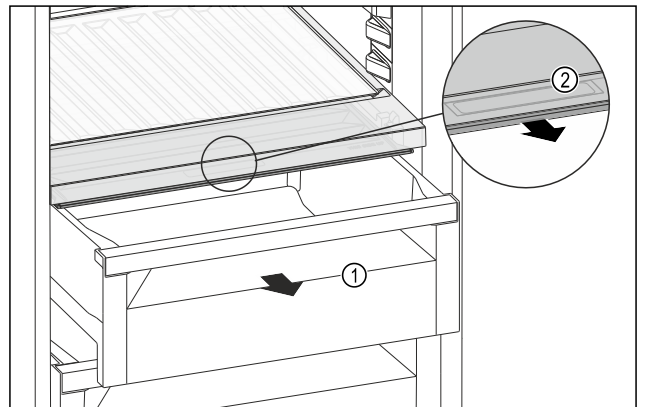

Fig. 127
- ▶ Estrarre il cassetto Fig. 127 (1).
- ▶ Afferrare la maniglia incassata Fig. 127 (2) sul coperchio dello scomparto e tirare allo stesso tempo in avanti il coperchio dello scomparto.